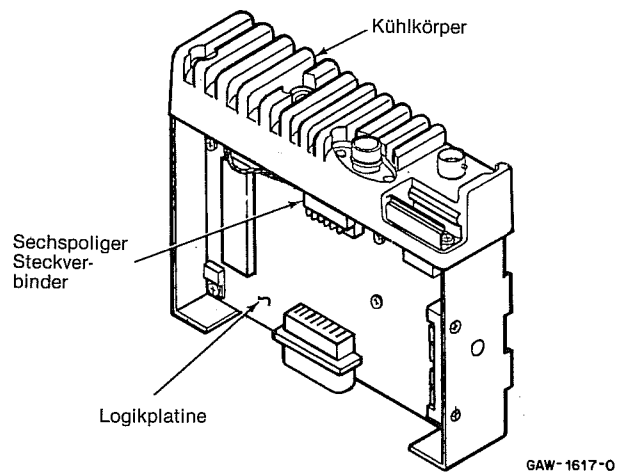

Abbildung 11
(1) Den sechspoligen Steckverbinder vom abgewinkelten Stecker auf der Logikplatine abziehen. Siehe Abbildung 11.